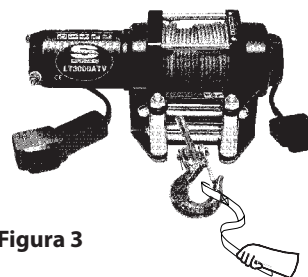

Figura 3
8. MANTÉNGASE ALEJADO DEL CABLE TENSIONADO Y EL GANCHO. Nunca ponga los dedos en el gancho ya que podría perderlos si le queda la mano atrapada. USE SIEMPRE UN GUIADOR EXTERNO DEL CABLE (véase Figura 3).